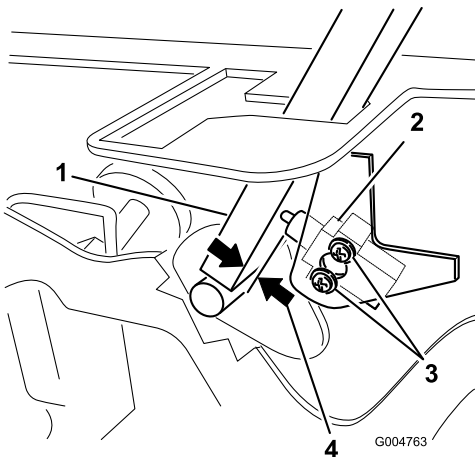

Bild 60
3. Lösen Sie die zwei Schrauben, mit denen der Sicherheitsschalter befestigt ist (Bild 60).
4. Halten Sie den Fahrtriebshebel gegen den Rahmen und schieben Sie den Schalter zum Hebel, bis der Abstand zwischen dem Hebel und dem Schaltergehäuse 0,4 bis 1 mm beträgt (Bild 60).